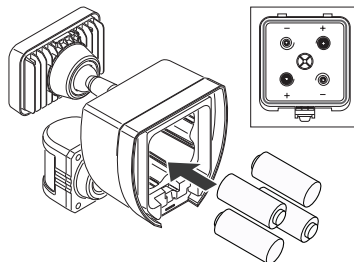

Figura 4
5. Instale cuatro pilas “D” de 1.5V (no incluidas) en el compartimiento de la pila. Asegúrese de que la polaridad de las pilas coincida con las marcas en el interior de la tapa del compartimiento de la pila. Vuelva a colocar la tapa del compartimiento de la pila (ver Figura 4).